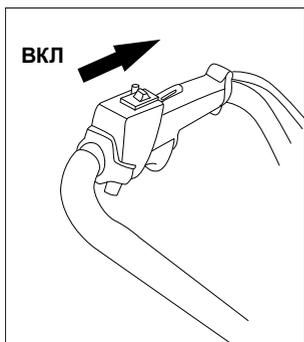

Рис.6
4. Установите переключатель зажигания в положение “ВКЛ” (Рис.6).